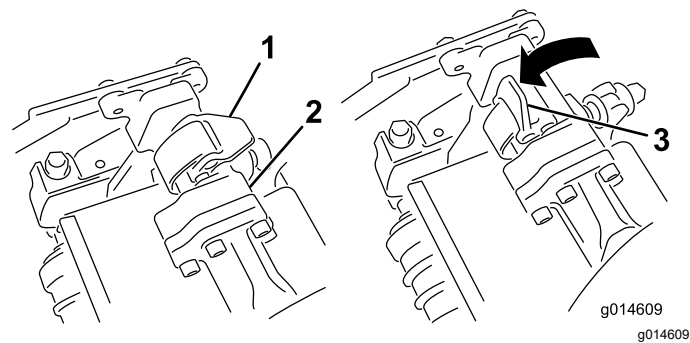
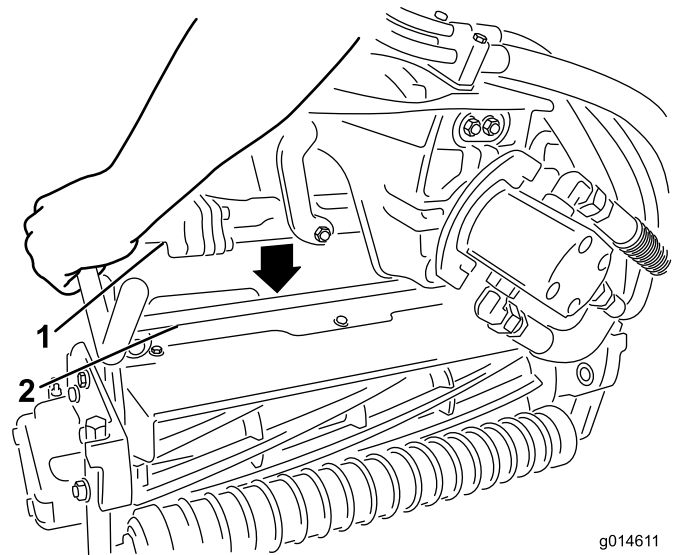

図 51
図 52
3. サスペンションアームのバーについているラッチを上向き開いた状態にして 図 51、サスペンションアームを押し下げて、バーを、カッティングユニットのバーの上に被せるようにする 図 52。
4. ラッチを下げて閉じるとカッティングユニットのバーがロックされてユニットがアームにセットされる 図 51。
4. 取り外したいカッティングユニットのサスペンションアームのバーについているラッチを開く(図 51)。